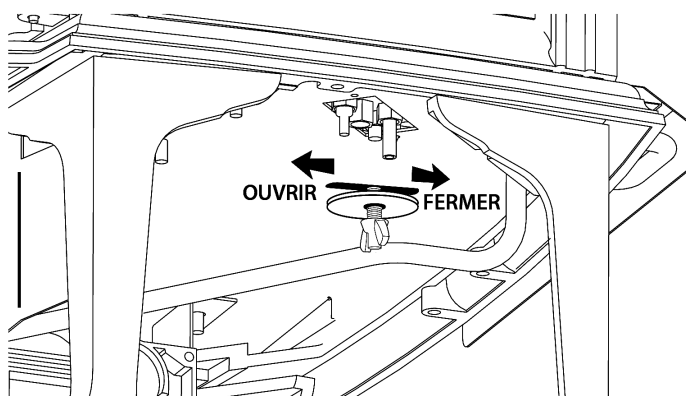

Figure 25. Desserrez l'écrou à oreilles pour ajuster l'obturateur d'air.
1. Regardez sous le côté droit du poêle et desserrez l'écrou à oreilles situé le plus près de vous. Voir la fig. 25. Glissez la tige filetée vers l'avant pour ouvrir l'obturateur d'air, ou poussez-la vers l'arrière pour restreindre le débit d'air. Ajustez par de petits changements d'ouverture à chaque fois.